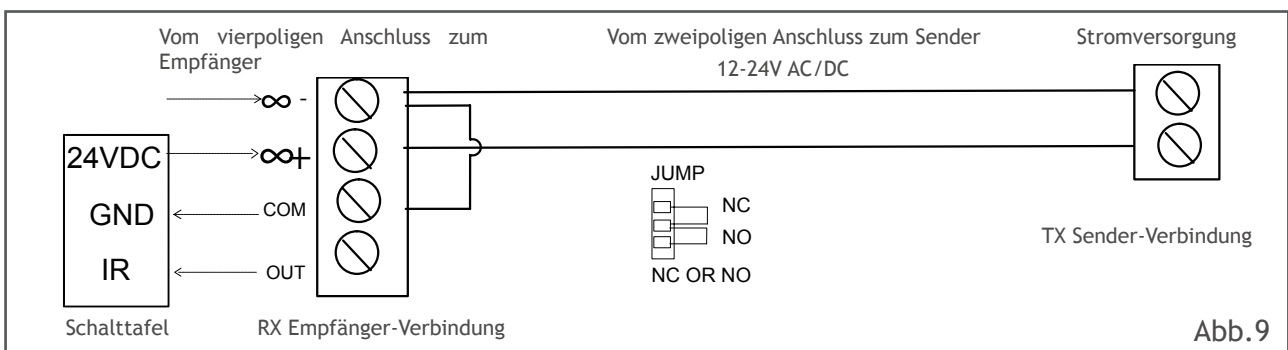

Abb.9
- Verkabeln Sie Sender und Empfänger, wie in Abb. 9 beschrieben.
Verbinden Sie den Infrarotsensor "Empfänger" mit dem Anschluss 24VDC, GND und I.R. im Terminal X5 (s. Abb. 9).